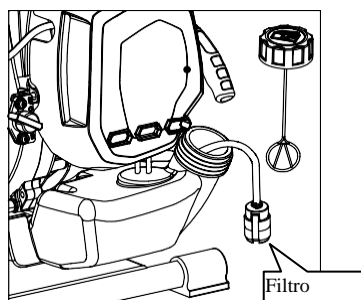

Fig.12
- Rimuovere la fascetta stringi-tubi ed estrarre il filtro carburante dal tubo del carburante. (Fig.12)